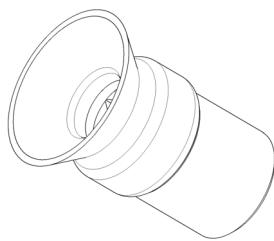
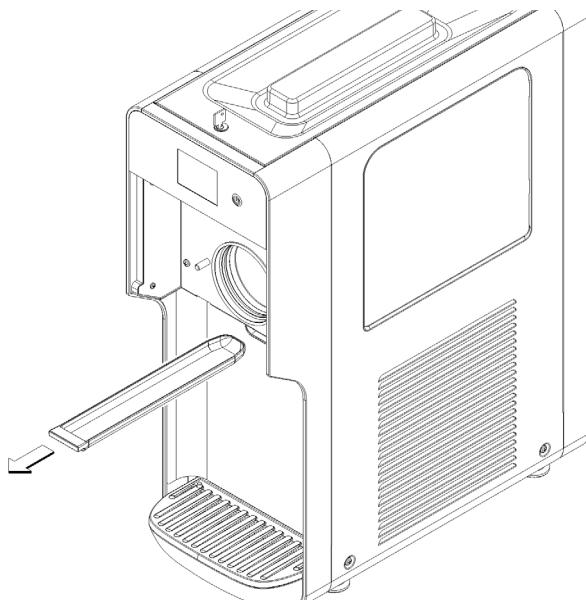

figura 29
figura 30
original del fabricante. (ver figura 29)
- 3 Una vez por semana:** verifique la presencia de eventuales pérdidas, extrayendo la bandeja (ver figura 30). Si hay verifique que la junta del raspador no esté desgastada. de ser así, sustitúyala con un repuesto original del fabricante (ver figura 29).